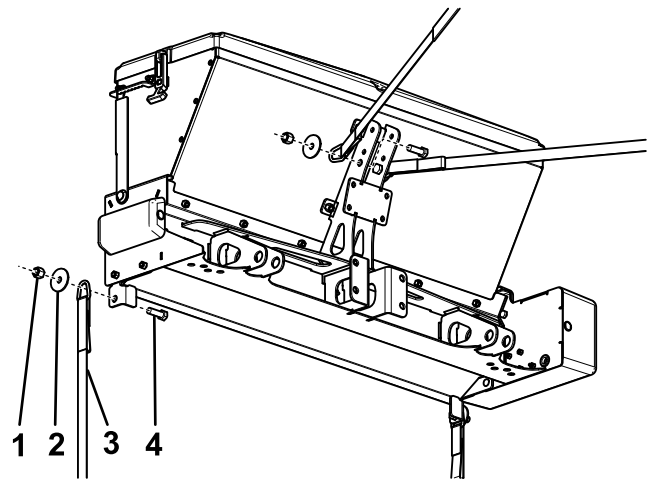

Figure 10
1. Fixez les sangles à cliquet à l'épandeur à l'aide de 4 boulons (1/2 x 1 1/2 po), 4 rondelles (1/2 po) et 4 contre-écrous (1/2 po), comme montré à la Figure 10.